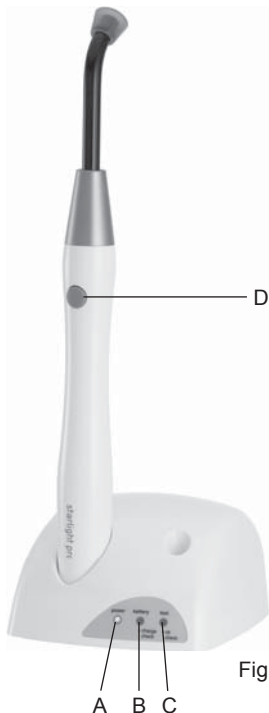
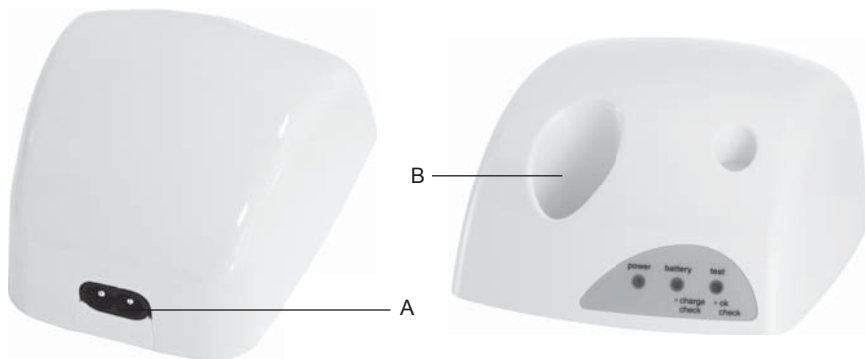

Fig. 4
Fig. 5
- ⚠ **PELIGRO:** No poner en cortocircuito los contactos eléctricos de la estación de recarga con objetos metálicos, Fig.5 - Ref.B, ni tocar con las manos cuando el aparato está encendido.
Descripción de los mandos, Fig. 4:
- 2 Introducir el cable de alimentación de la energía eléctrica, Fig.3 - Ref.E, en la conexión puesta en la parte posterior del aparato, Fig.5 - Ref.A, y luego en la toma de pared. Led verde power encendido, Fig.4 - Ref.A.
- 1 Introducir la pieza de mano en el asiento de la estación de recarga, Fig.5 - Ref.B. El led verde battery se enciende, Fig.4 - Ref.B.
Si el led Amarillo battery (check), Fig.4 - Ref.C, situado en la estación de recarga, está encendido, significa que la batería está averiada.
Al terminar el tratamiento, reponer la pieza de mano Starlight pro en la estación de recarga, (Fig.5 - Ref.B).